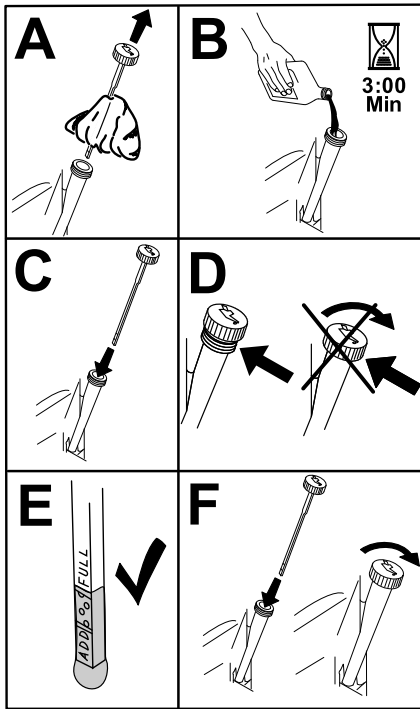

Figure 32
6. Versez lentement environ 80 % de l'huile spécifiée dans le tube de remplissage, puis faites l'appoint lentement pour faire monter le niveau jusqu'au repère maximum (**Full**) (Figure 32).